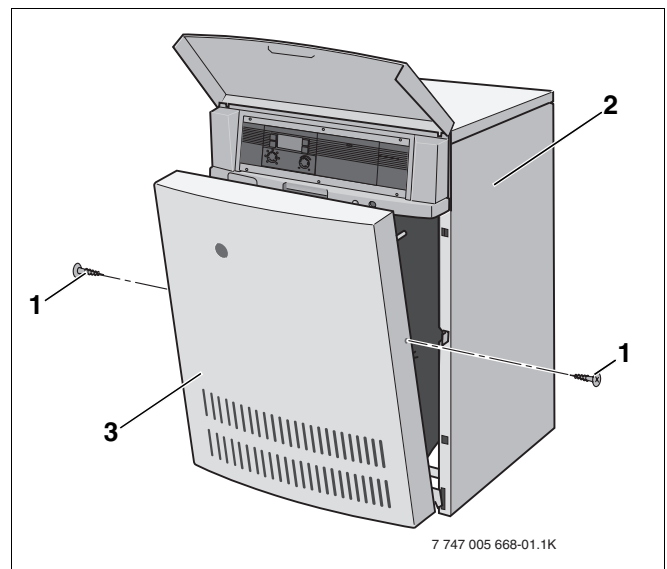

Abb. 12 Kesselvorderwand entfernen
- Sicherungsschrauben (Abb. 12, **Pos. 1**) der Kesselvorderwand (Abb. 12, **Pos. 3**) entfernen.
- Kesselvorderwand (Abb. 12, **Pos. 3**) abnehmen. Dazu Kesselvorderwand leicht anheben und nach vorne abnehmen.